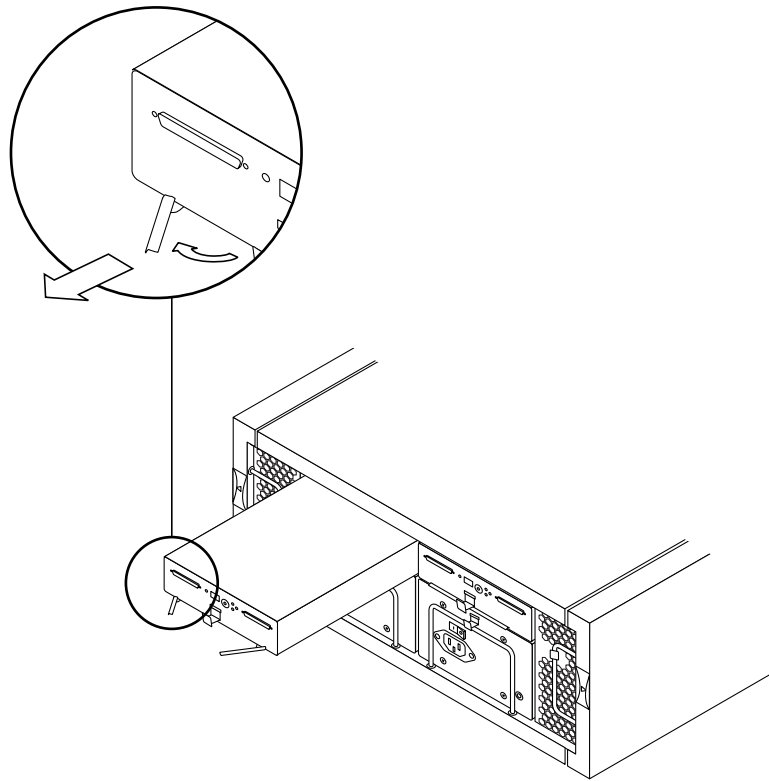

FIGURE 4-6 Ouverture des barres métalliques de verrouillage pour libérer un ESM
3. Sortez les deux barres métalliques de verrouillage inférieures pour libérer le module ESM (FIGURE 4-6).